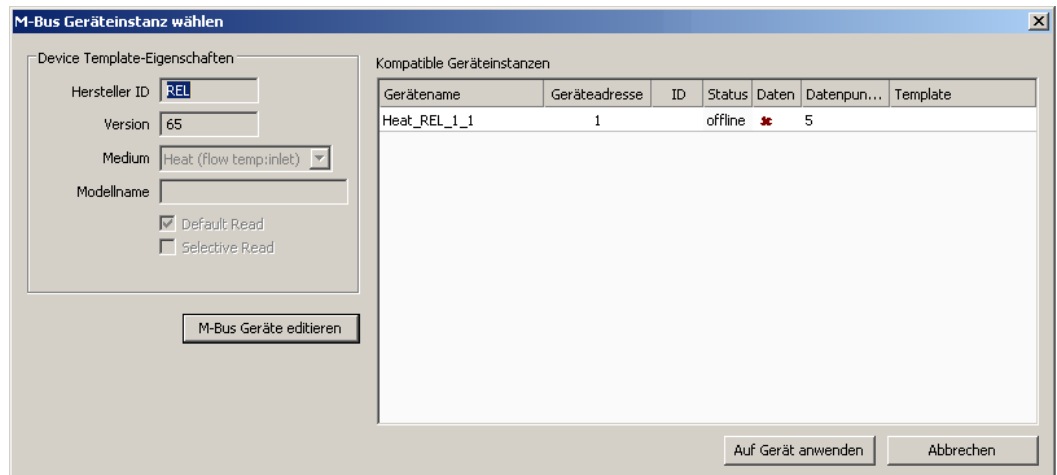

Abbildung 140: Use on Device Dialog
- Drücken Sie entweder die Schaltfläche  **Auf Gerät benutzen** oder wählen Sie **Auf Gerät benutzen** mittels rechter Maustaste aus. Das Dialogfenster **M-Bus Geräteinstanz wählen**, dargestellt in Abbildung 140, wird geöffnet.